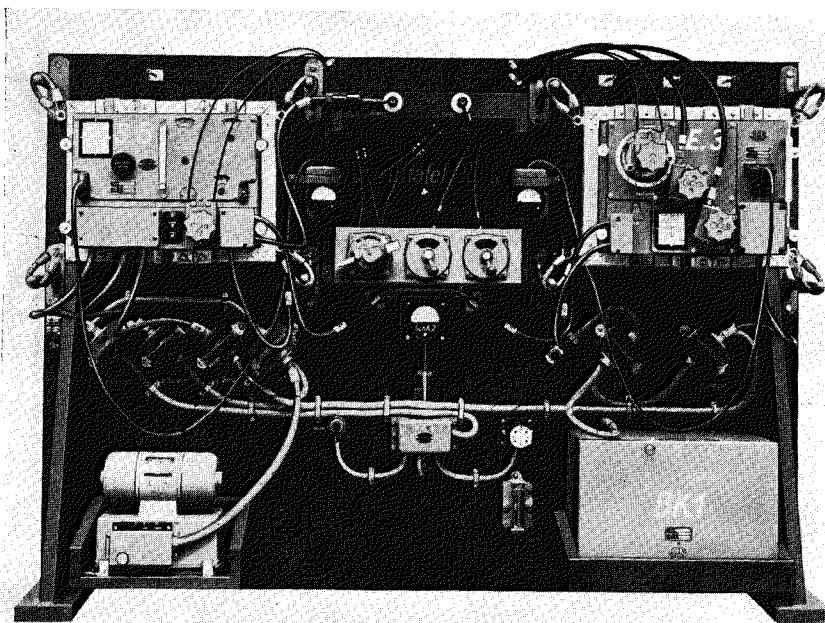

Abb. 10 Prüftafel PT. VI.
2. Einbauteile (vergl. Abb. 10).